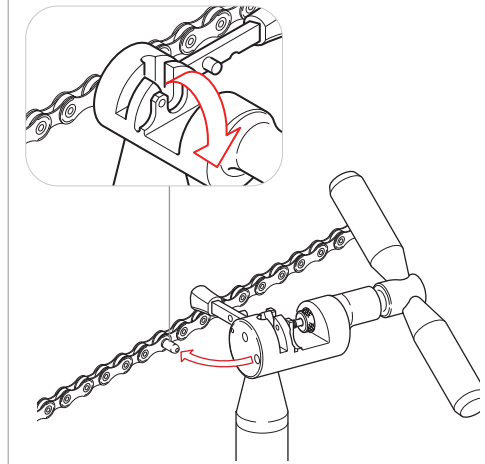

Fig.16
- Inserite la porzione di guida sporgente nell'apposito foro alla base dell'utensile e spezzatela con una flessione (Fig. 16). All'interno della bussola **ULTRA-LINK 5-CN-RE500 (11s) / 5-CN-SR600 (12s)** deve sempre rimanere la parte terminale della guida spezzata.
- Estraete il dispositivo di blocco (Z) e rimuovete la catena dall'utensile.